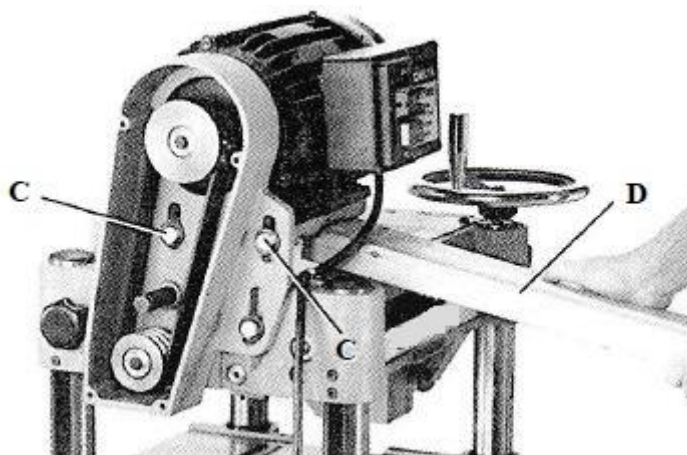

Рис. 24
3. Поместите 2 x 4 (D), Рис. 24, между пластиной двигателя и верхней частью корпуса, как показано на рисунке.
4. Ослабьте два винта (С), Рис. 24, и подденьте пластину двигателя, пока не будет достигнуто соответствующее натяжение ремня. Соответствующее натяжение - это когда центральный участок ремня прогибается примерно на 6,35 мм (1/4") при легком нажатии пальцем. Затем затяните два винта (С) и обратно установите защитную крышку ремня и шкива.